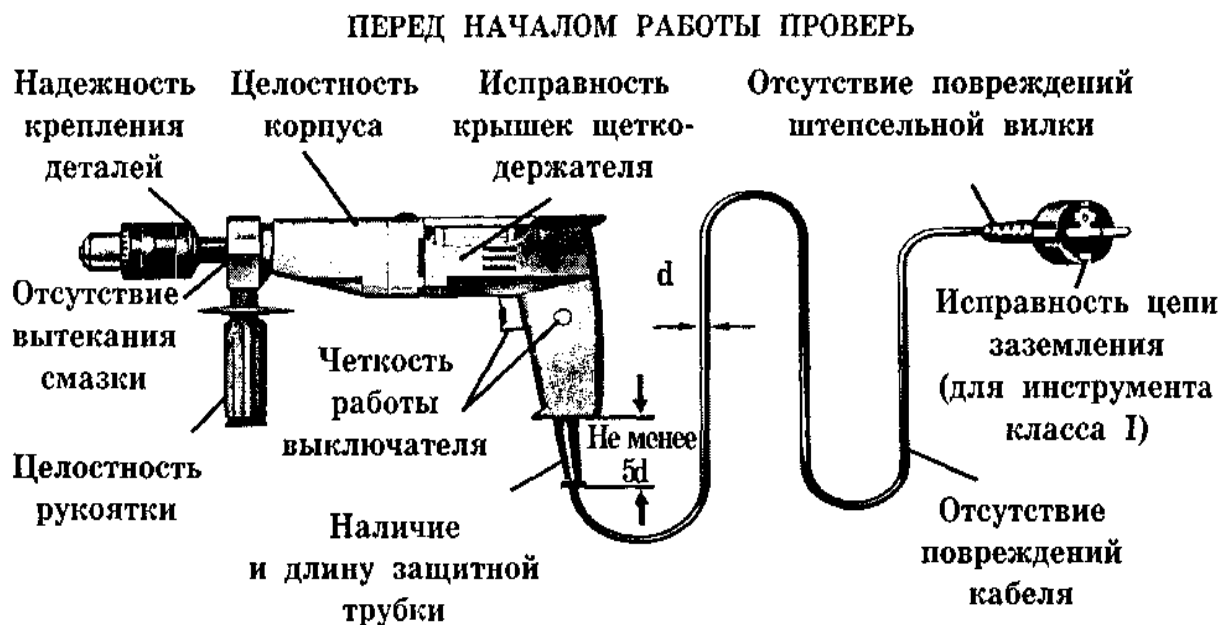

Рис. 8. Проверка ручных электрических машин перед началом работы (плакат)
2.1.4. Получить инструмент у работника, ответственного за сохранность и исправность электроинструмента. При этом совместно с ним проверить (рис. 8):